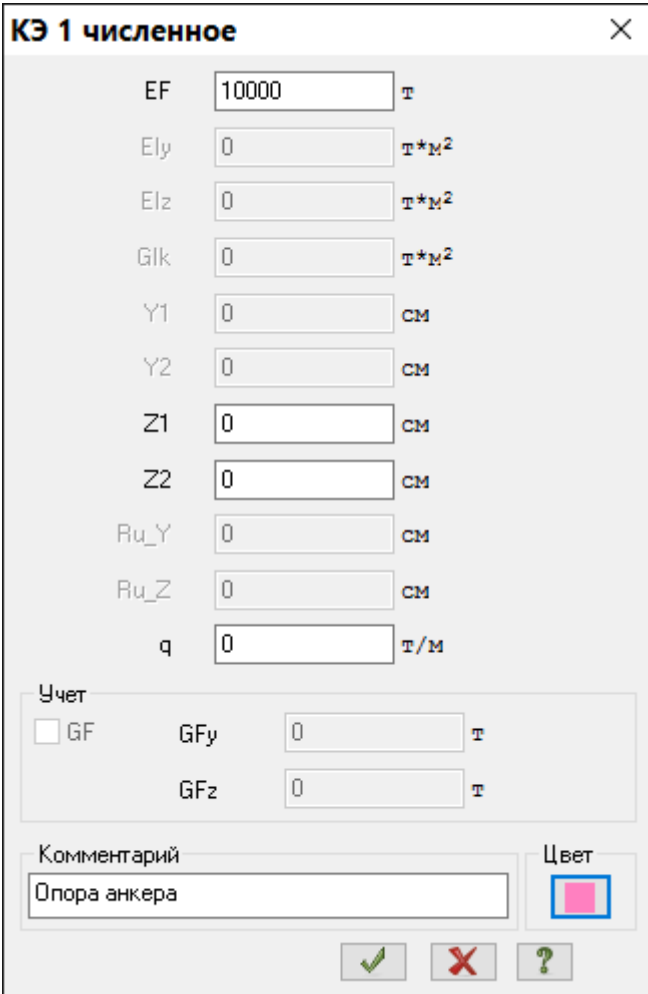

Рис.10.11. Диалоговое окно **КЭ 1 численное**
- В диалоговом окне **КЭ 1 численное** (рис.10.11) задайте параметры сечения опор анкеров: